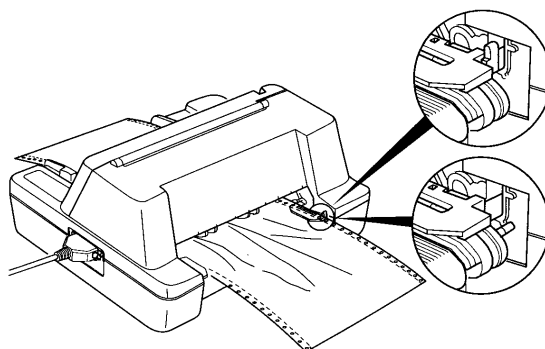

图 3-10 调整牵引器位置
6. 如纸张皱折，请修正右边锁定杆于正确位置(如图 3-10)。